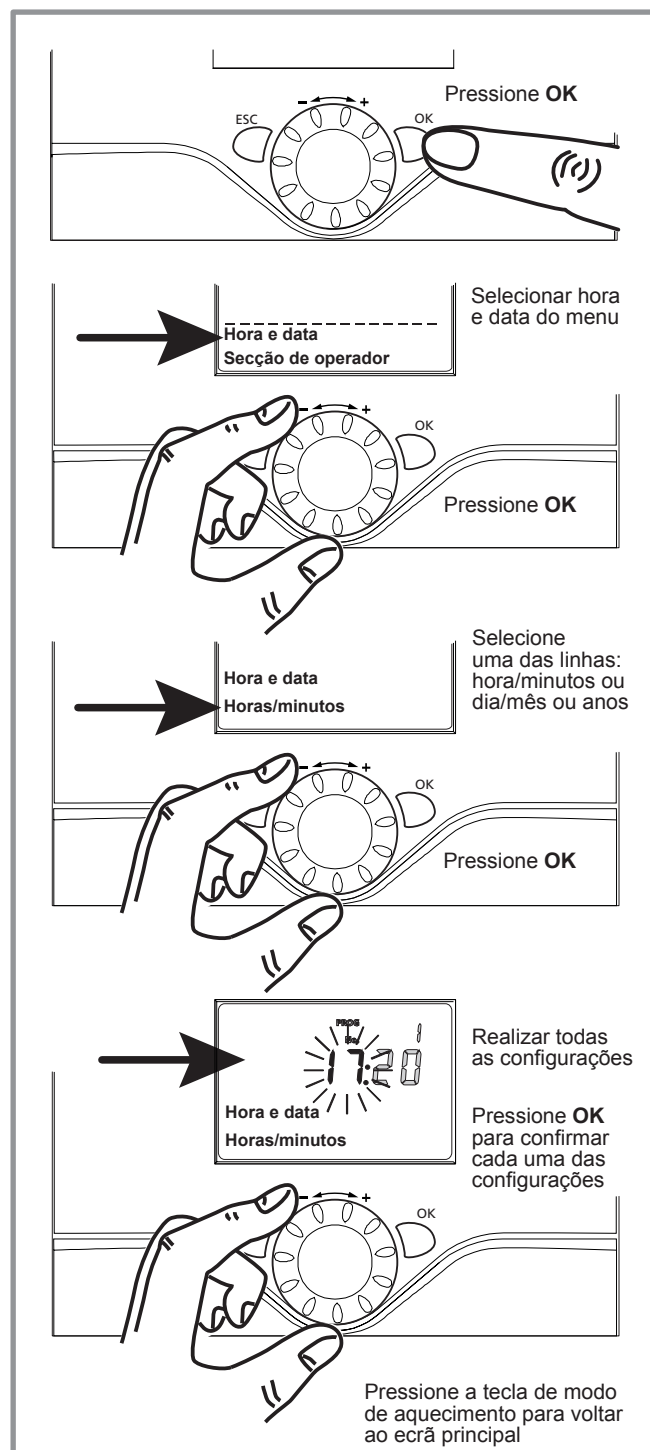

figura 7 - Configurar a data e a hora
- Ajuste a data e a hora em caso de necessidade (figura 7).